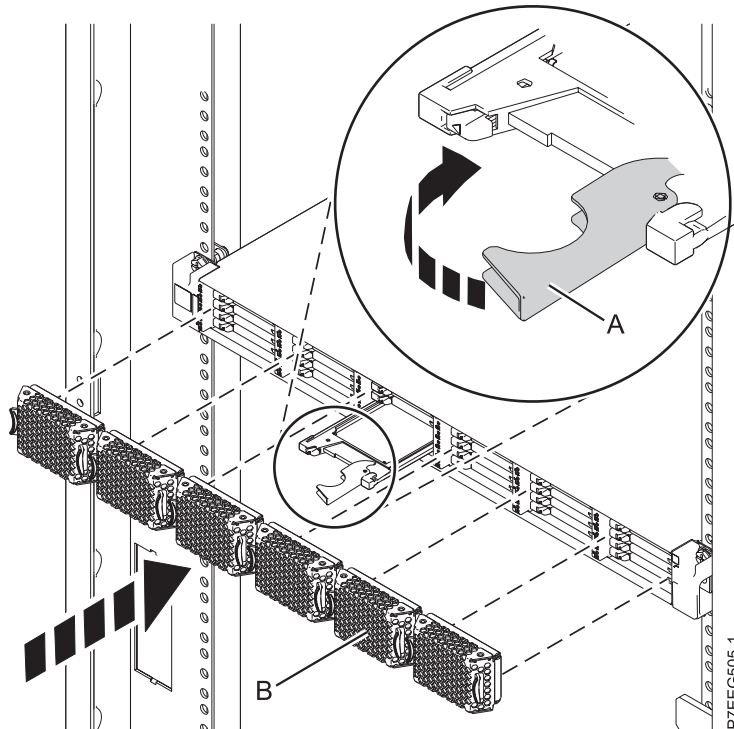

Figure 28. Remplacement d'une unité SSD dans l'armoire de stockage PCIe ED/R1.
3. Tournez la poignée de verrouillage (A) pour la mettre en position verrouillée, comme indiqué à la figure 28, à la page 51.
4. Installez le panneau (B).